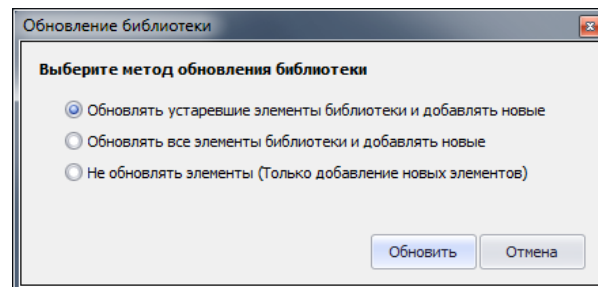

Рис. 12 Сценарии импорта
- Выберите один из трех возможных сценариев обновления, см. Рис. 12.